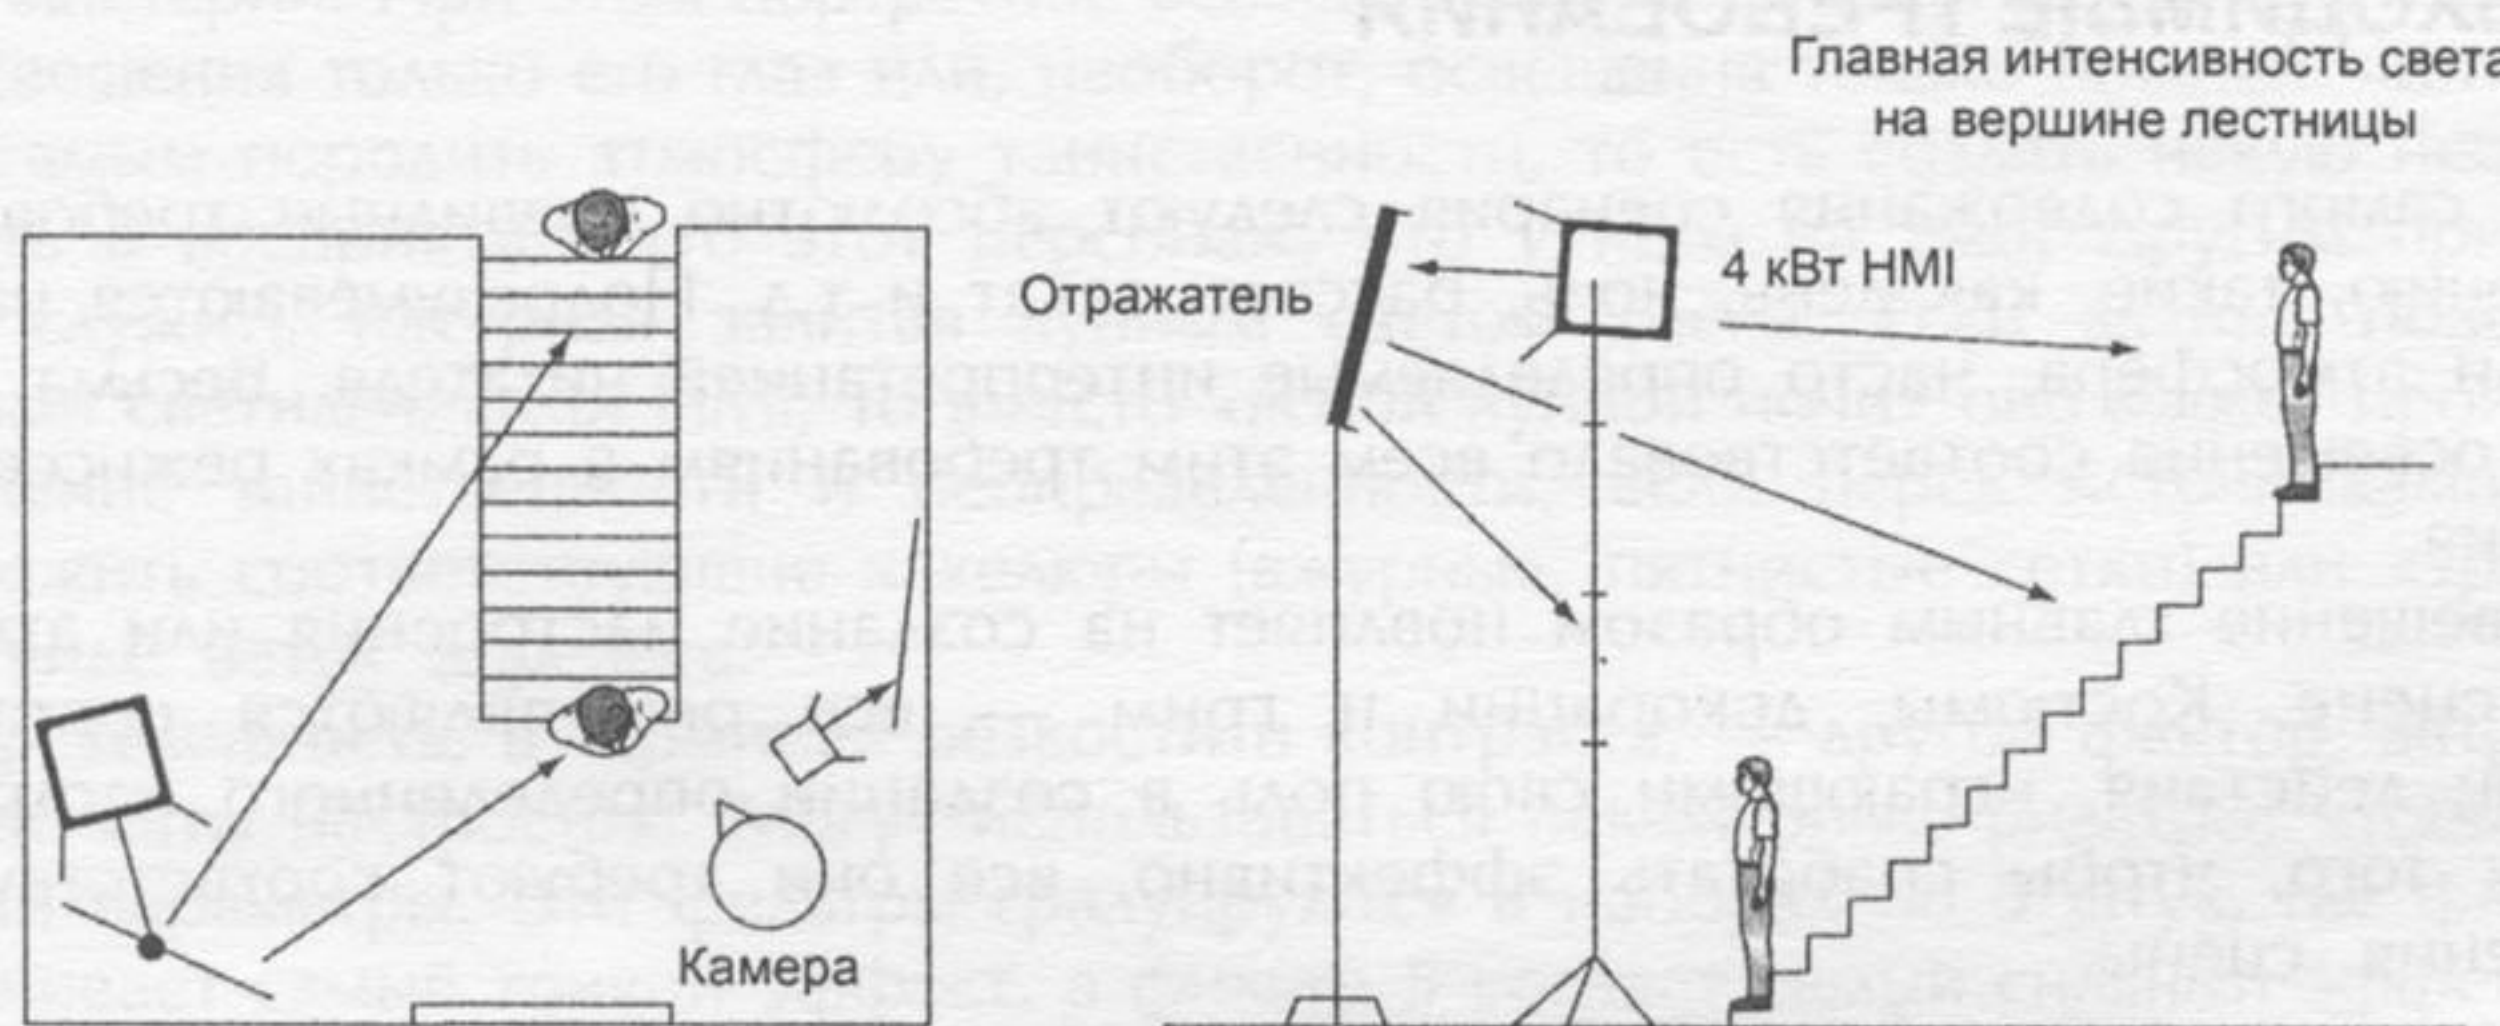

Рис.18.8 Использование рефлектирующего света для освещения субъекта, спускающегося вниз по лестнице
- Если возникают какие-либо пересветки на протяжении прохода, они могут быть минимизированы путем помещения завес из тюля соответствующего размера между отражателем и актером. Вышеупомянутый прием может также использоваться, чтобы осветить лестницу в большом холле (рис. 18.8). На верхней ступени лестницы это будет ключевой свет, расположенный по горизонтали, направленный на актера, смотрящего вниз, так, чтобы это было вполне приемлемо. Внизу лестницы, чтобы обеспечить необходимый переход из одной зоны света в другую, можно очень легко приспособить флуоресцентный осветительный прибор с углом действия 60° , снабженный управляемыми экранами, чтобы мягкий краевой световой луч обеспечил ровный переход между зонами.